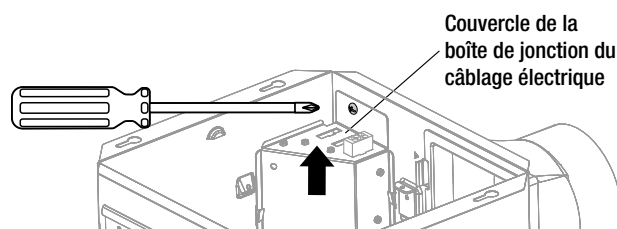

Fig. 8
- Retirer la vis qui fixe le couvercle de la boîte de jonction du câblage électrique et faire glisser le couvercle vers le haut pour l'enlever. Voir la figure 8.